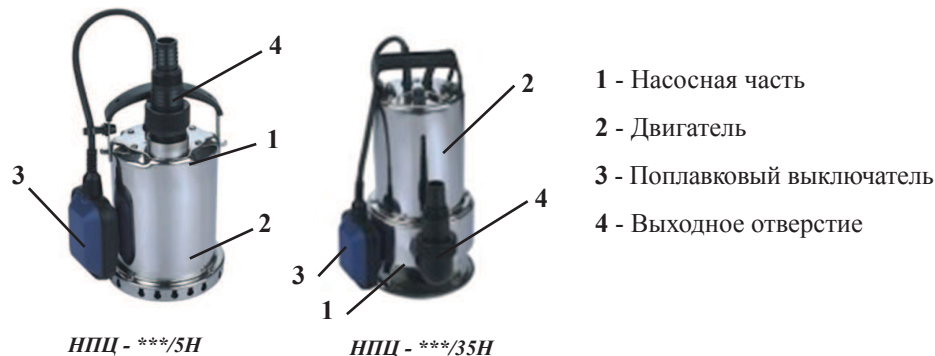

рис. 1
4.1 Общий вид насоса схематично представлен на рис.1